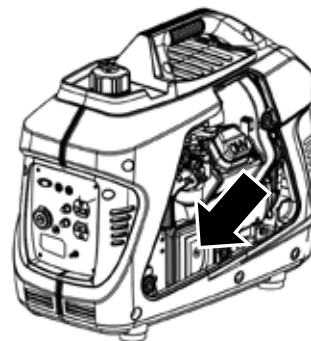

Figure 14: Retirez la vis du filtre à air
3. Dévissez le couvercle du filtre à air et renversez-le (reportez-vous à la figure 14).